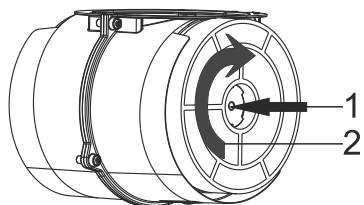

Рис. 6: ВУГІЛЬНИЙ ФІЛЬТР AF 90
- 1. Встановіть вугільний фільтр в його корпус.Рис. 6
- 2. Поверніть вугільний фільтр за годинниковою стрілкою, щоб він повністю став на місце.Рис. 6